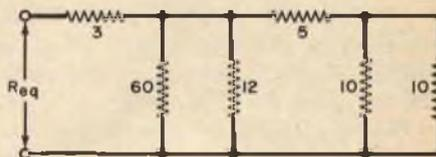
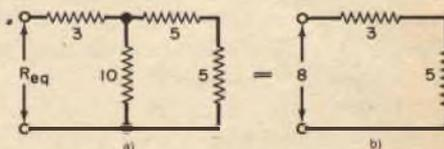

Fig. 15
Fig. 16
**Esempio 16** - Determinare la resistenza equivalente della fig. 15. Soluzione:  $60 // 12 = 10$  e  $10 // 10 = 5$ . Pertanto la
fig. 15 viene ridotta alla fig. 16-a.  $5 + 5 = 10$  e  $10 // 10 = 5$ . Dalla fig. 16-b,  $R_{eq} = 3 + 5 = 8 \Omega$ .